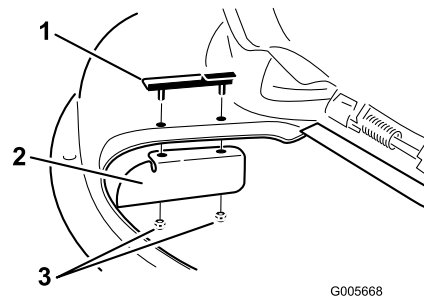

Figure 13
- Montez le déflecteur d'ouverture sur les montants de l'ensemble clip. Figure 13. Fixez le déflecteur sur la machine avec les deux contre-écrous (5/16 pouce).